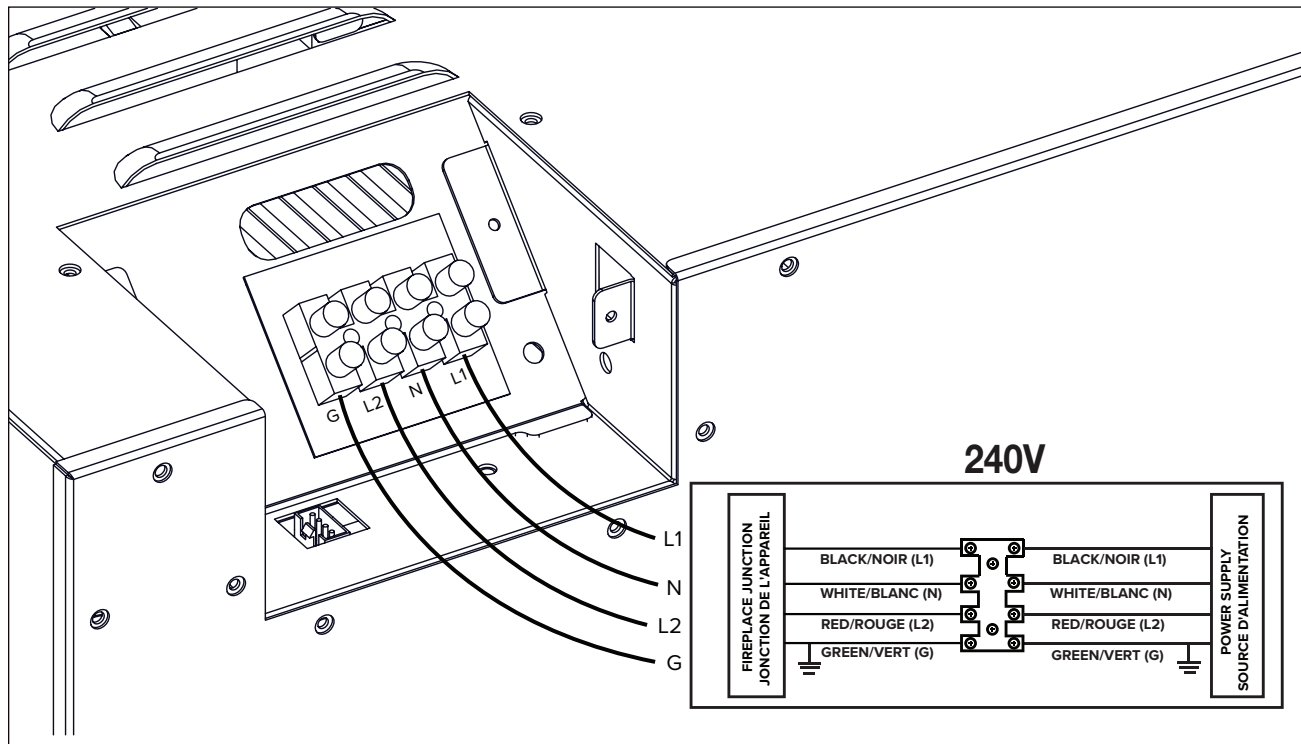

Fig. 10
4. Insérez le fil L2 dans la borne L2. Serrez la vis **(Fig. 10)**.